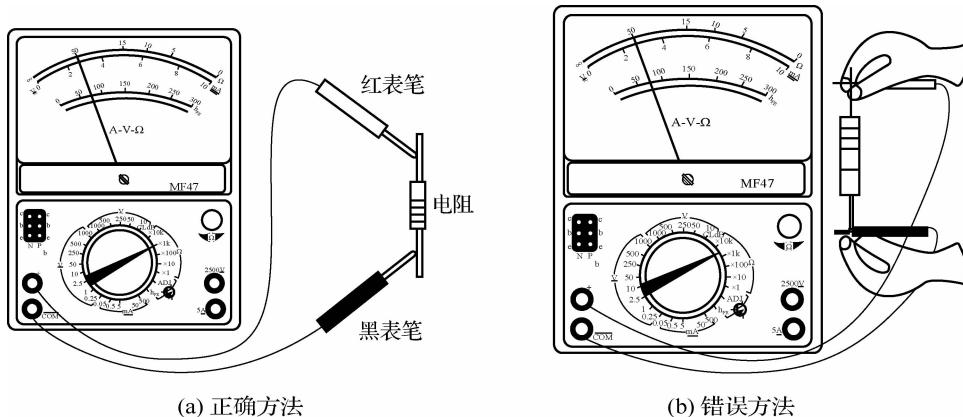

图 1-10 指针式万用表测量电阻的方法
(1)指针式万用表测量电阻的方法如图 1-10(a)所示。测量步骤如下：
①使被测电阻所在支路呈开路状态。
②先把量程转换开关旋到电阻挡“Ω”范围内，再选择适当的电阻倍率挡。
③将两表笔短接调零，看表头指针是否指在零刻度上，若不指零，转动电阻挡调零旋钮至表头指针指零。
④将表笔分别与被测电阻两端相连，指针将偏转一个角度，指针在刻度尺的 $1/3 \sim 2/3$ 范围内时读数比较精准，否则，应变换倍率挡，使指针指在该范围内。注意每次变换倍率后，都须重新调零。
⑤读出测量值， $\text{电阻值} = \text{指针读数} \times \text{倍率}$ 。
► 测量小常识：如图 1-10(b)所示，测电阻时，不要用手触碰被测电阻两端或两支表笔的金属部分，以免人体电阻与被测电阻并联，使测量结果不准确；若无法调至零位，说明表内电池电压已不足，应更换新电池，其中 $\times 1 \sim \times 1k$ 应更换 1.5 V 电池， $\times 10k$ 应更换 9 V 叠层电池；不能带电测量电阻，因为测电阻时，由万用表内部电池供电，如果带电测量相当于接入一个外加电源，可能损坏表头。